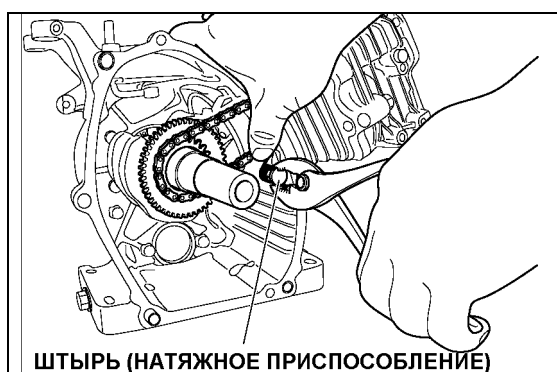
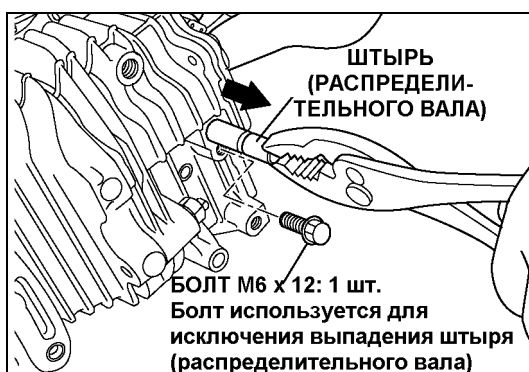
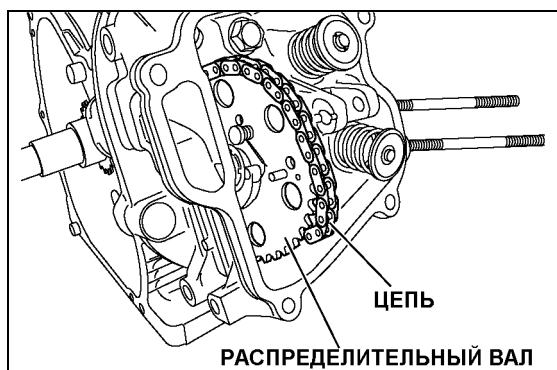

Рис. 5-18a
Рис. 5-18b
Рис. 5-19
| 22 | Натяжное приспособление, распределительный вал | <ol style="list-style-type: none"> (1) Удалите натяжное приспособление. (См. рис. 5-18a). Не потеряйте штырь (натяжного приспособления). (2) Удалите удерживающий болт штыря (распределительного вала) с крышки блока головки цилиндра. (См. рис. 5-18b) (3) Удалите штырь (распределительного вала), соблюдая осторожность, чтобы не повредить уплотнительное кольцо. (4) Удалите со звёздочки распределительного вала цепь и затем снимите распределительный вал. (См. рис. 5-19) (5) Снимите с распределительного вала цепь. | Торцевой гаечный ключ на 10 мм или ключ на М6 x 12mm: 1 шт. |